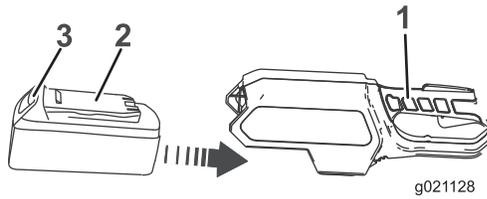

Figura 4
1. Alinee la lengüeta de la batería con el hueco correspondiente de la carcasa de la empuñadura (Figura 4).
2. Sujete la empuñadura del gatillo (Figura 4).